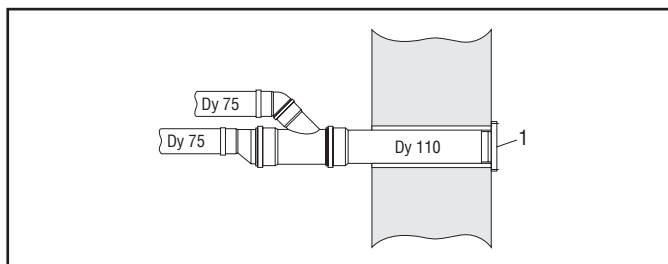

Рис. 6-22: Выпуск через стену для типа 4000
- Для типа 4000 оба выхлопных трубопровода (Dy 75) следует присоединить через переход к проходу через стену (Dy 110) (см. рис. 6-22).